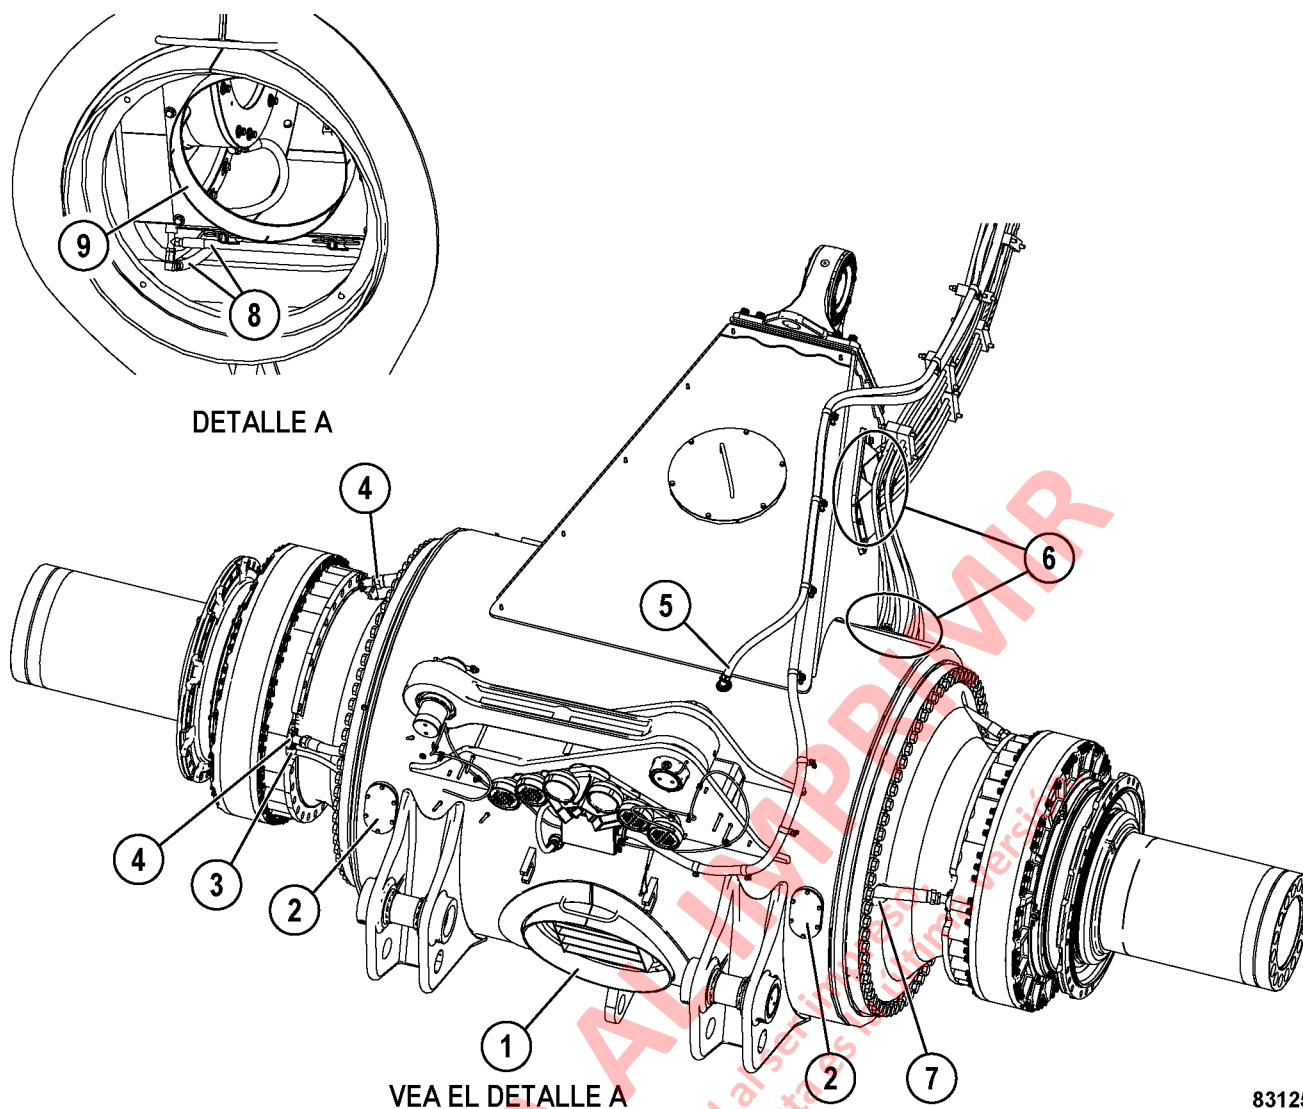

FIGURA 5-5. INSTALACIÓN DEL MOTOR DE TRACCIÓN
4. Retire las cubiertas de acceso (2, Figura 5-5) y el tubo de acceso (1).
5. Desconecte las líneas de enfriamiento (4) del sistema de frenos y las líneas de aplicación de los frenos (3) en la placa trasera de los frenos. Luego, tape todas las aberturas.
7. Retire el conducto de aire (9) de entre los motores de tracción.
8. Desconecte las mangueras del freno de estacionamiento (8) del motor está desmontando y desconecte el tubo de nylon del interruptor de presión del soplador, de ser necesario.
9. Desconecte los cables de energía del motor de tracción (6) de los terminales del motor de tracción y el arnés del sensor de velocidad (5) del conector ubicado al centro de la carcasa.
13. Conecte los cables de energía (6, Figura 5-5) y el arnés de velocidad de la rueda (5) donde corresponde en el motor de tracción.
14. Conecte la manguera de aplicación del freno (3) y las mangueras de enfriamiento de los frenos (4) al conjunto de frenos con O-rings nuevos.
15. Para evitar una pérdida de aire de enfriamiento, use el sellador Uniseal 310S para eliminar la separación alrededor de las mangueras de enfriamiento de frenos, donde las mangueras pasan a través de los orificios del husillo (7).
16. Después de instalar ambos motores de tracción, retire las cubiertas de acceso de la carcasa del eje trasero (2, Figura 5-5) y el tubo de acceso (1) en la parte posterior de ésta.
17. Coloque las abrazaderas de las mangueras restantes y conecte las mangueras del freno de estacionamiento (8). Si desmontó el tubo de nylon, conéctelo al interruptor de presión del soplador.
18. Instale el conducto de aire (9) entre los frenos de estacionamiento.
19. Instale las cubiertas de acceso de la carcasa del eje trasero (2) y el tubo de acceso (1) en la parte posterior de la carcasa del eje.